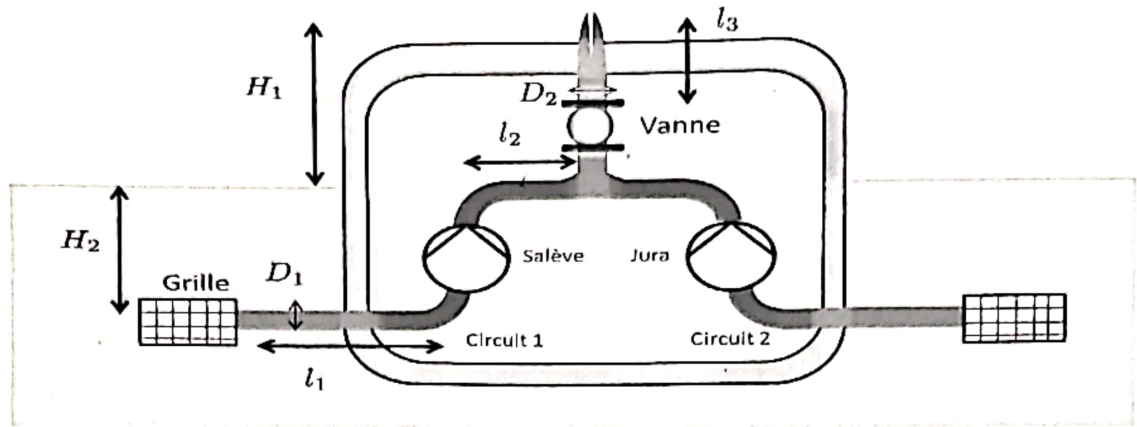

FIGURE 2 - Schéma du réseau hydraulique.
Nous allons maintenant déterminer la puissance des pompes nécessaire pour obtenir un jet d'une hauteur de 140m. Le réseau hydraulique est schématisé sur la figure 2. Il s'inspire du vrai réseau, les données du système réel n'étant pas communiquées. Aussi, les dimensions et les pertes de charge du problème dans cet exercice ne correspondent pas nécessairement aux données réelles.
1. En supposant le réseau parfait sans dissipation, déterminer la charge Δp_0 nécessaire pour pomper le fluide à la profondeur H_2 (figure 2) et l'expulser à la hauteur H_1 à la vitesse U_e . Exprimer aussi le résultat en bar.